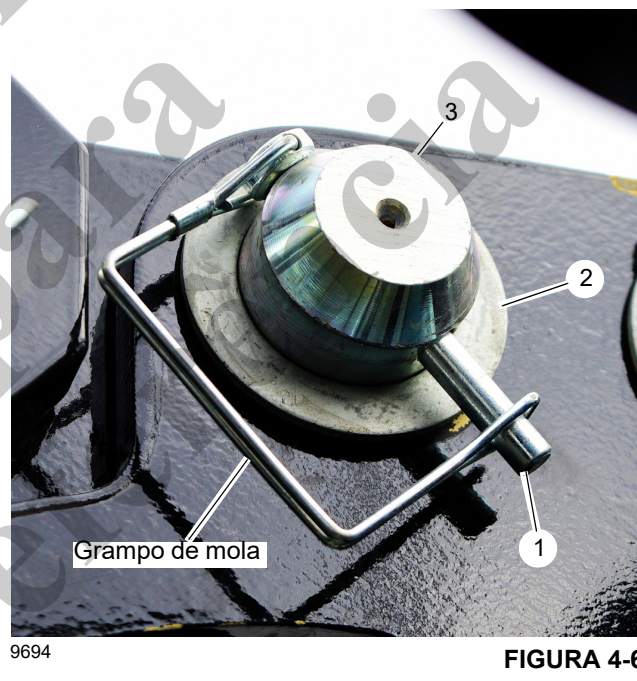

FIGURA 4-6
- Deslocamento de 30 graus — Os pinos de deslocamento são removidos e retraídos nas buchas de armazenamento (Figura 4-6).
3. Remova os pinos de trava (1, Figura 4-6), as arruelas (2) e os pinos de deslocamento (3).
4. Instale as arruelas (2), os pinos de deslocamento (3) e os pinos de trava (1) nas buchas de armazenagem (4). Fixe com os grampos de mola do pino de trava.
3. Remover os pinos de deslocamento (1), as arruelas (2) e os pinos de trava (3) das buchas de armazenamento (4, Figura 4-6).